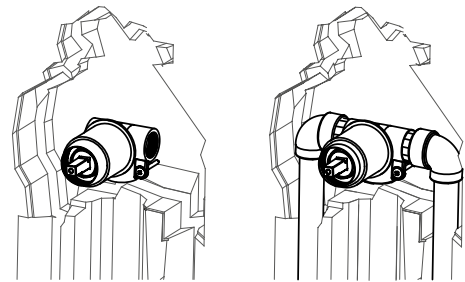

Рис. 1
3. Необходимо смонтировать смеситель\*, подключив к нему трубы системы водоснабжения, и закрепить его к стене (рис. 1), подобрав его положение в нише таким образом, чтобы глубина установки не превышала 37-46 мм.